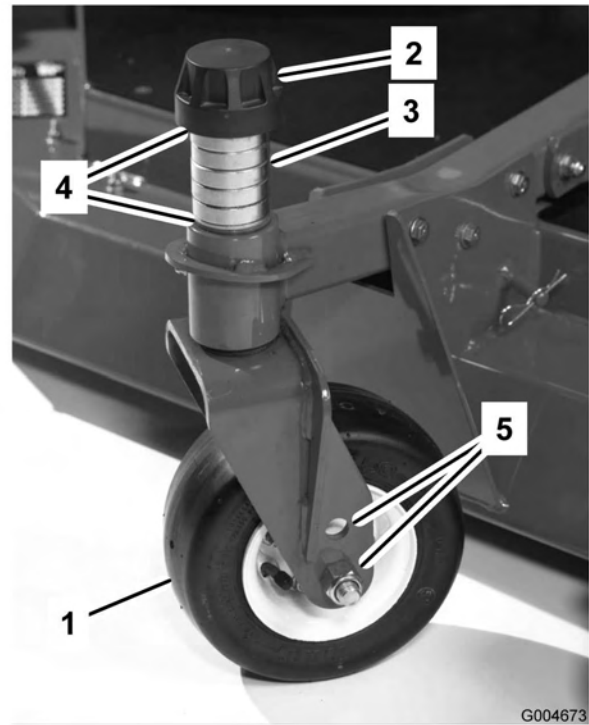

Figure 14
3. Enlevez le chapeau de tension de l'axe de pivot (Figure 14) et sortez l'axe du bras pivotant. Remplacez les 2 cales (3 mm) sur l'axe de pivot comme à l'origine. Elles sont requises pour que les plateaux de coupe soient parfaitement de niveau sur toute la largeur. Placez le nombre requis d'entretoises de 13 mm (voir la table ci-dessous) sur l'axe de pivot pour obtenir la hauteur de coupe voulue, puis ajoutez la rondelle.